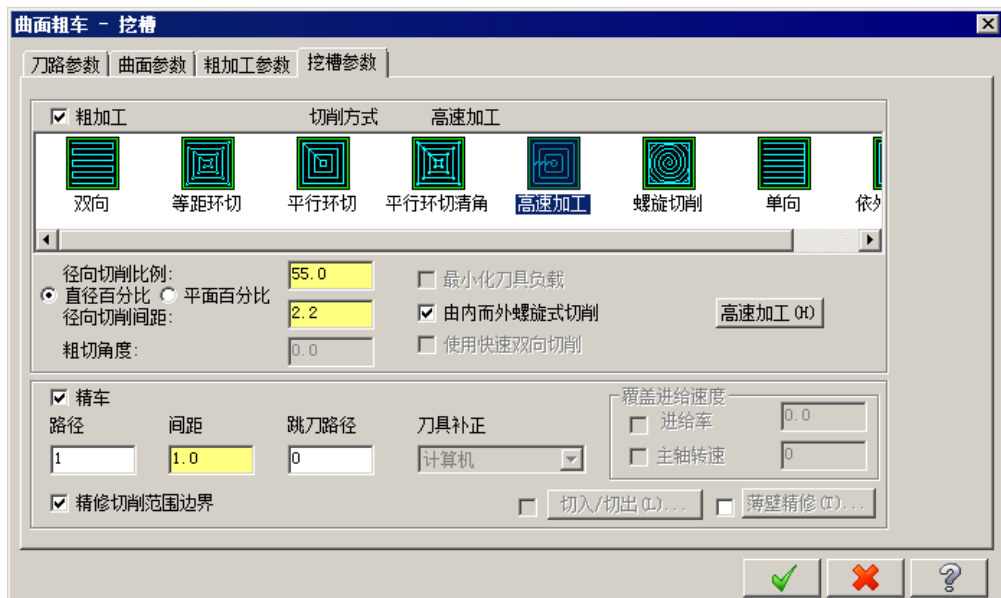

图 10.2.30 “挖槽参数”选项卡
Step6. 设置挖槽参数。在“曲面粗车-挖槽”对话框中单击 **挖槽参数** 选项卡, 设置图 10.2.30 所示的参数。